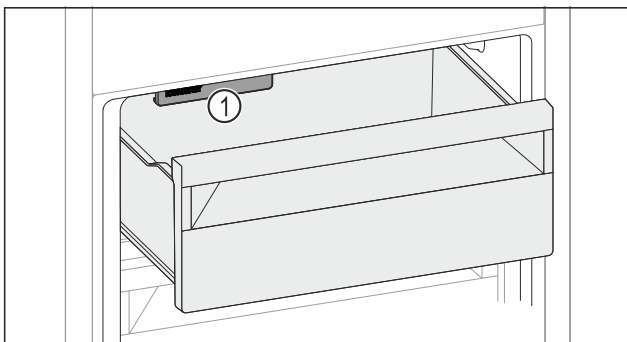

Fig. 154
- ▶ IceMaker *Fig. 154 (1)* berücksichtigen.